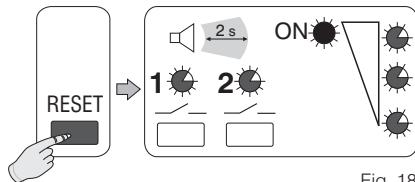

Fig. 18
- Appuyer brièvement sur la **touche "RESET"**: au relâchement toutes les **LED** s'allumeront en simultanée avec un **signal sonore**; la **LED ON** reste **allumée fixe** (fig. 18).